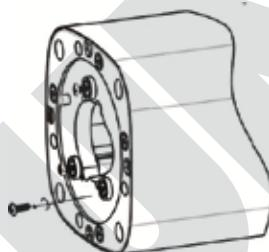

Abb. 1
5. Entfernen Sie die drei Schrauben aus der Gerätebasis (Abb. 1).